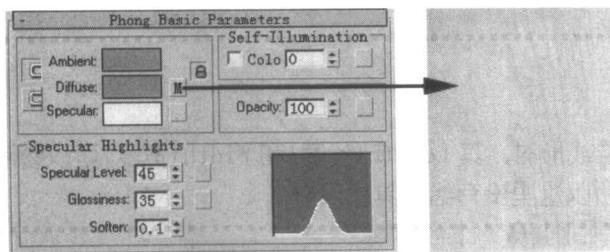

图 1-14 Phong Basic Parameters 卷展栏
**6** 在 Shader Basic Parameters(着色基本参数)卷展栏中选择 Phong(塑性)选项，在 Phong Basic Parameters(塑性基本参数)卷展栏中单击 Diffuse(表面色)右侧的小按钮，在弹出的 Material/Map Browser(材质/贴图浏览器)对话框中双击 Bitmap(位图)选项，并为其指定本书光盘“贴图”文件夹中的“A-D-019.jpg”贴图文件，如图 1-14 所示。